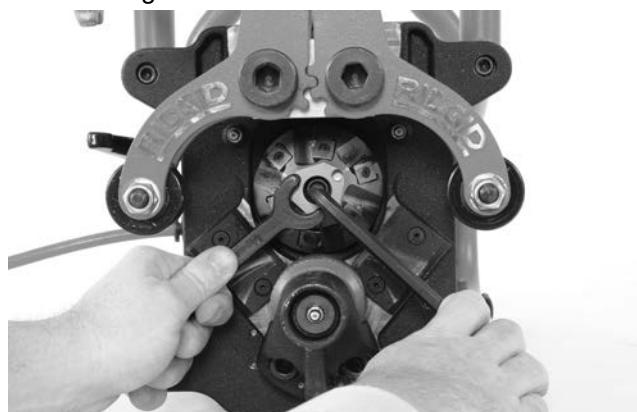

Figure 25A – Changement des têtes de coupe
2. Servez-vous de la clé Allen de $\frac{5}{16}$ " fournie pour retirer la vis 6-pans creuse qui retient la tête de coupe (Figure 25A).